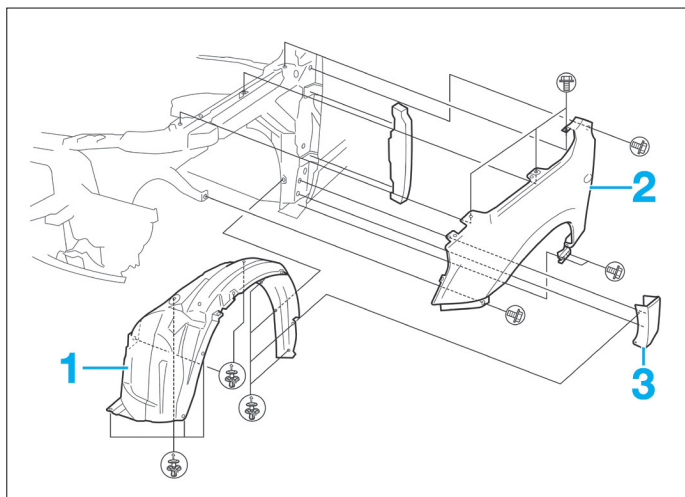

FIG. 12
- le pare-boue avant (1) (Fig. 12).
- le répartiteur d'aile (2).
- l'enjoliver (3) du montant inférieur.
- Déposer les trois vis de fixation inférieure situés derrière l'enjoliver (3).